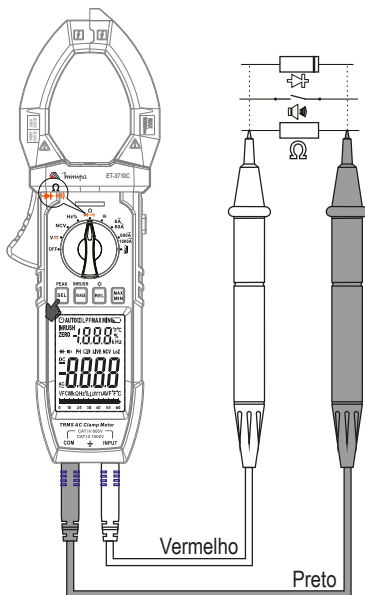

Figura 6
3. Encoste as pontas de prova **em paralelo** ao circuito a ser medido, conforme mostrado na Figura 6.
3. Conecte a ponta de prova vermelha ao terminal positivo do diodo e a ponta de prova preta ao terminal negativo, conforme mostrado na figura 6.